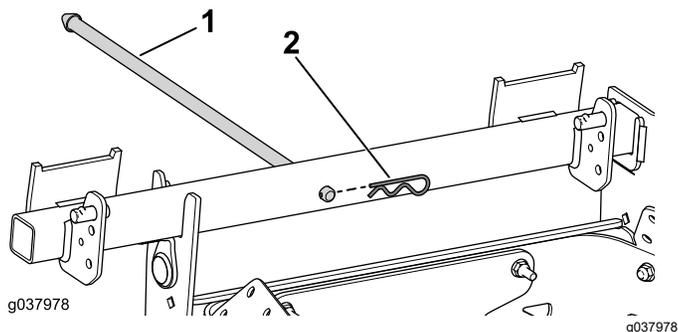

Figure 25
2. Utilisez la goupille fendue pour fixer la tige au pivot (Figure 25).
1. Montez la tige de maintien sur le pivot (Figure 25).